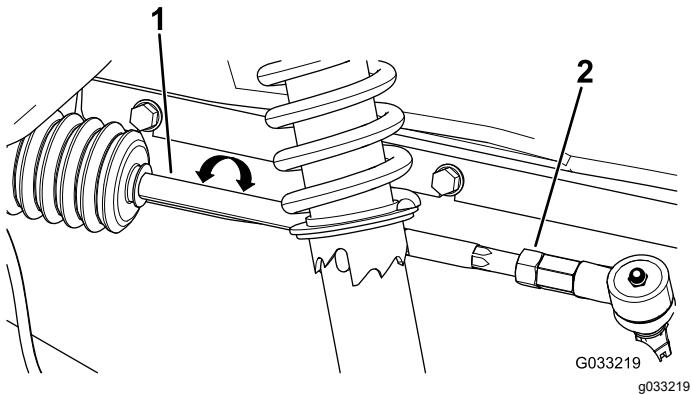

Bild 45
- Wenn der Wert nicht zwischen 0-6 mm liegt, lösen Sie die Klemmmuttern am äußeren Ende der Spurstangen (Bild 45).